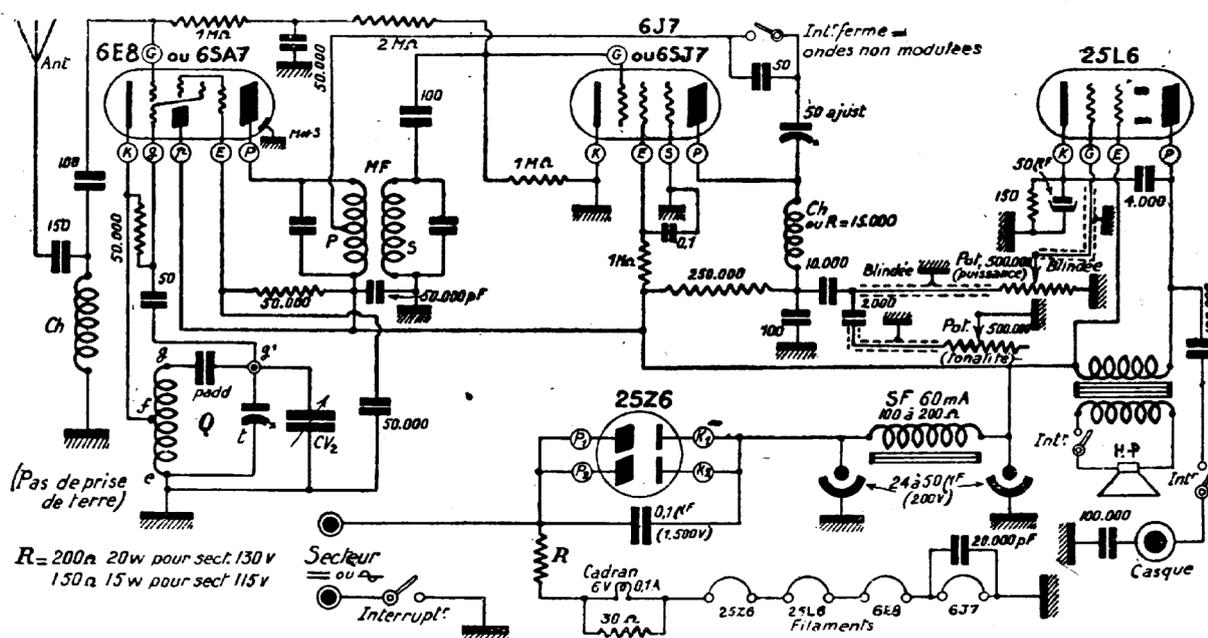

Fig. 102. — Schéma du récepteur 3 lampes tous courants avec moyenne fréquence à réaction.
**Discussion du schéma (Fig. 102)**